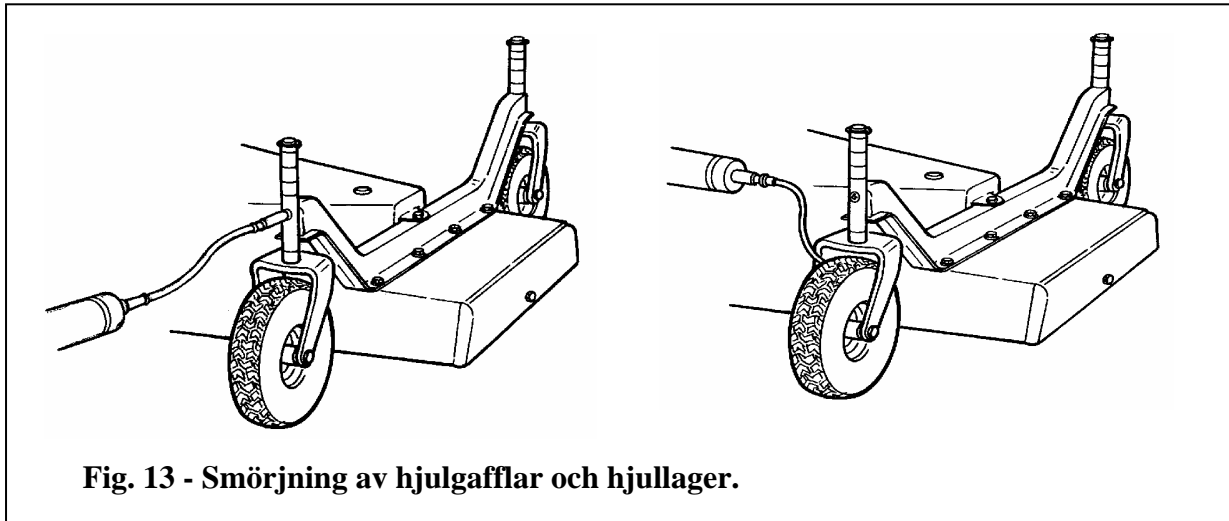

Fig. 13 - Smörjning av hjulgafflar och hjullager.
1. **Smörj drivaxeln, pivåhjul, hjulgafflar och ramens tapphål:**. Spruta två eller tre salvor av fett till knutkorset, axellager och teleskoprören, samt hjularmslager (se fig. 13), hjullager och ramens smörjnipllar (se fig. 12, 1-9 för smörjnipllar). Läs drivaxelns bruksanvisningar för mer information.